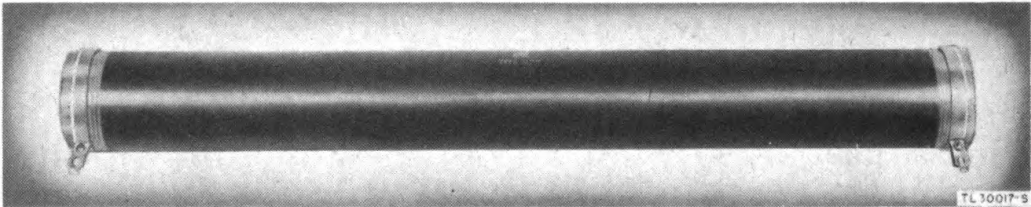

Figure 23. Dummy load resistor.
29. DUMMY LOAD RESISTOR (fig. 23).